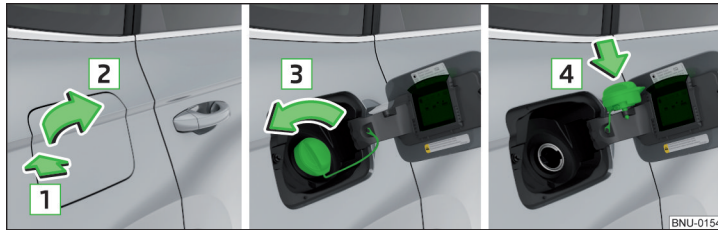

Fig. 298 Abrir la tapa del depósito/ desenroscar el cierre del depósito/ colocar el cierre del depósito en la tapa del depósito
- Presionar la tapa del depósito en el sentido de la flecha **1** y abrirla en el sentido de la flecha **2** » fig. 298.